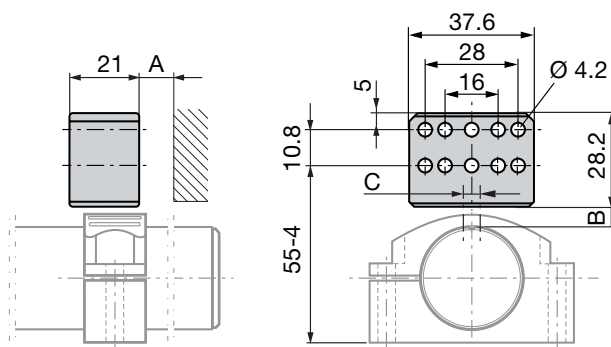
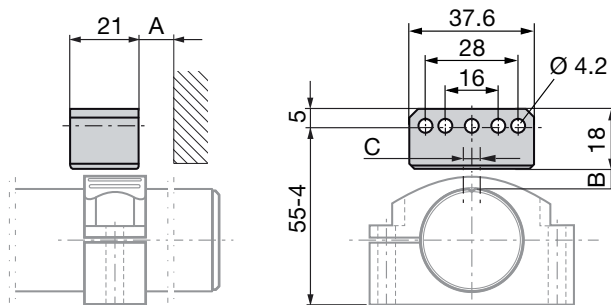

图 5-1: 尺寸和距离用位置指示器BTL6-A-3800-2
图 5-2: 尺寸和距离用位置指示器BTL6-A-3801-2
- 位置指示器和磁化材料构成的部件之间的距离A至少应为10 mm（参见图 5-1和图 5-2）。
- 对于位置指示器和BTL之间的距离B以及中心偏置量C（参见图 5-1和图 5-2）请遵守以下数值：
表 5-1: 位置指示器位置和偏移（参见图 5-1和图 5-2）